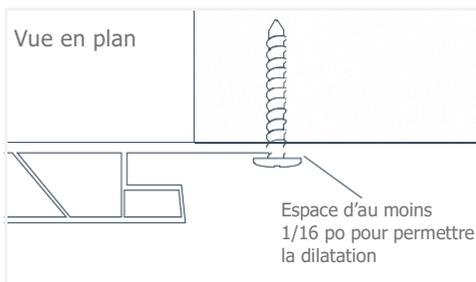

Fig. 4
- Laissez un espace d'au moins 1/16 po (environ l'épaisseur d'une pièce de dix cents) entre l'arrière de la tête de l'attache et la bride de vissage (Fig. 4).